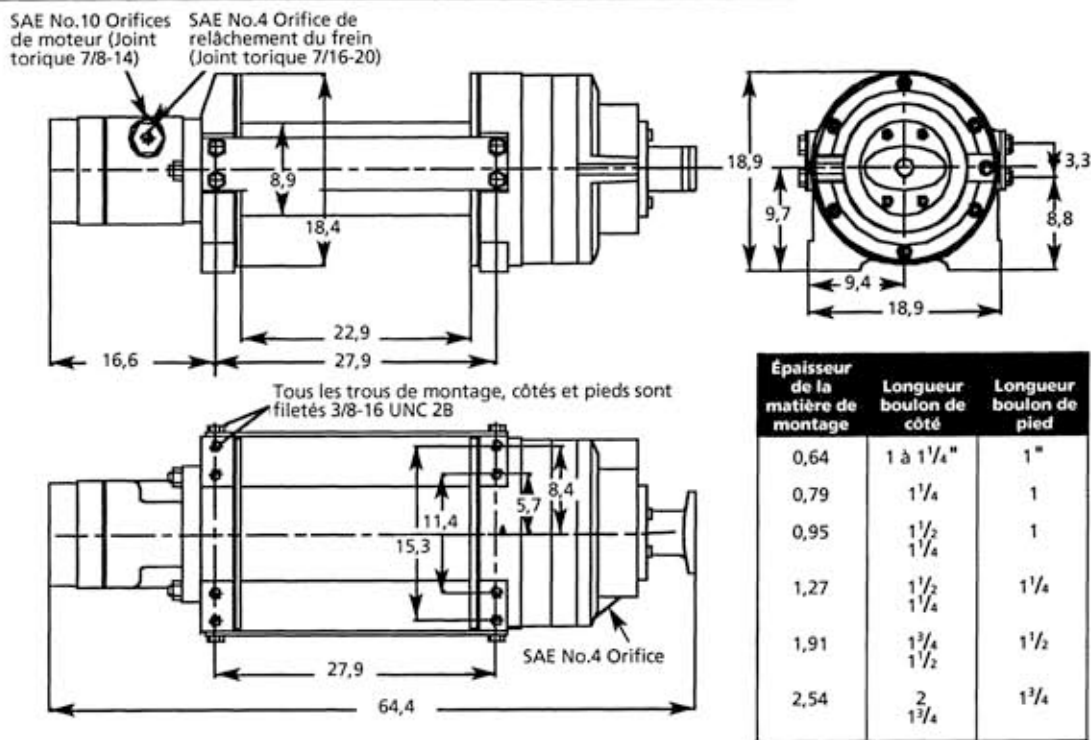

Figure 1
Le treuil peut être monté sur une plaque plate à l'aide des trous filetés au bas du châssis moulé, ou entre des rails à l'aide des trous filetés sur les côtés du châssis moulé du treuil. Voir Figure 1 pour la dimension des trous et leurs emplacements.
2. Toute la visserie utilisée pour le montage doit être de 3/8-16 UNC ayant une résistance à la rupture de classe 5 ou mieux. Toute la visserie utilisée pour le montage doit se conformer aux longueurs pour l'épaisseur de matière indiquée sur le tableau de longueur des boulons (Voir Figure 1).